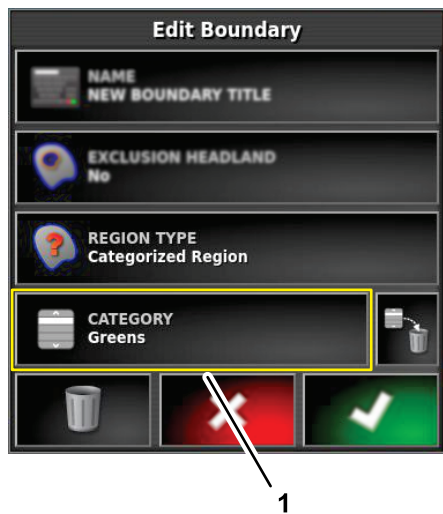

Figure 67
5. Lorsque le type de catégorie sélectionné s'affiche, appuyez sur l'icône de confirmation (Figure 67).